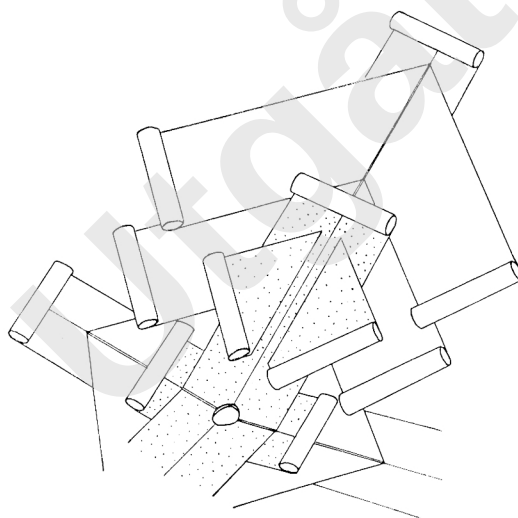

Fig. 23.
- 23 Tekking av rennedaler. Vinkelrenner forsterkes med langsgående pappbaner, se fig. 23.